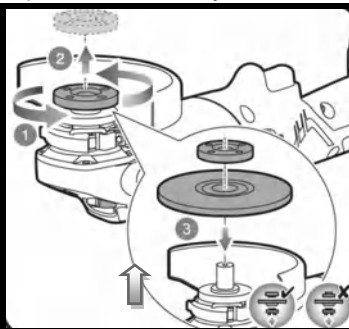

Рис.4
3.3. Установка шлифовального круга (Рис.4,4а).
Рис.4а